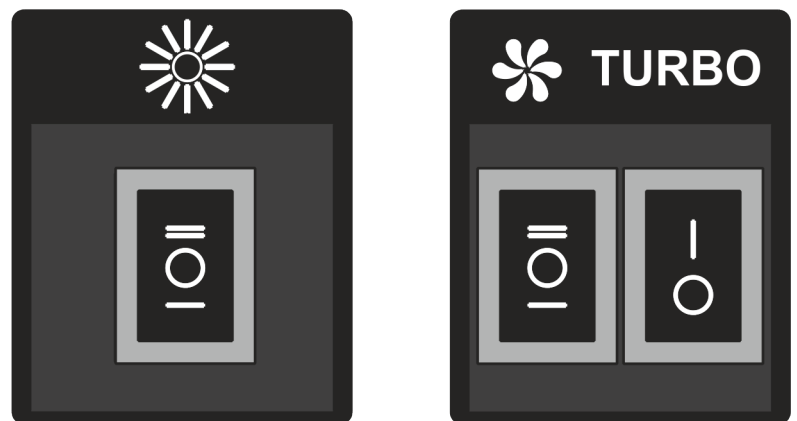

Рис.5
7.3 На боковинах корпусу розміщений **клавішний перемикач** режимів роботи і включення галогенних ламп освітлення (рис.5).